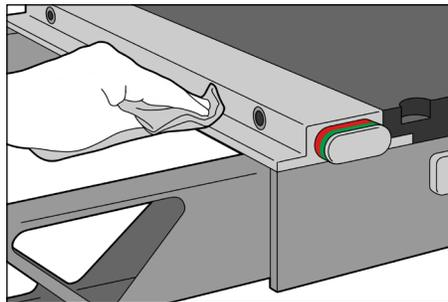

Fig. 2
2. Rimuovere con un panno eventuali pelucchi o residui dalla parte esterna del fermo. (Fig. 2)